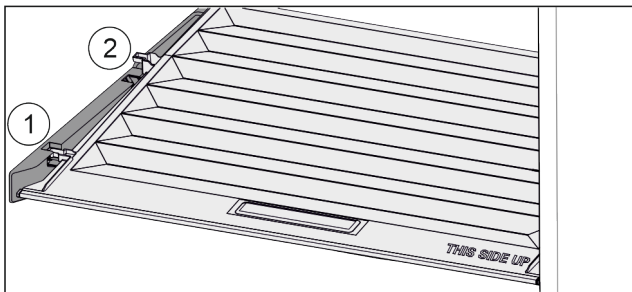

Fig. 42
- ▶ Издърпайте напред Fig. 42 (1) капака до отвора в задържащите части.
- ▶ Повдигнете го отзад отдолу и отстранете Fig. 42 (2) нагоре.